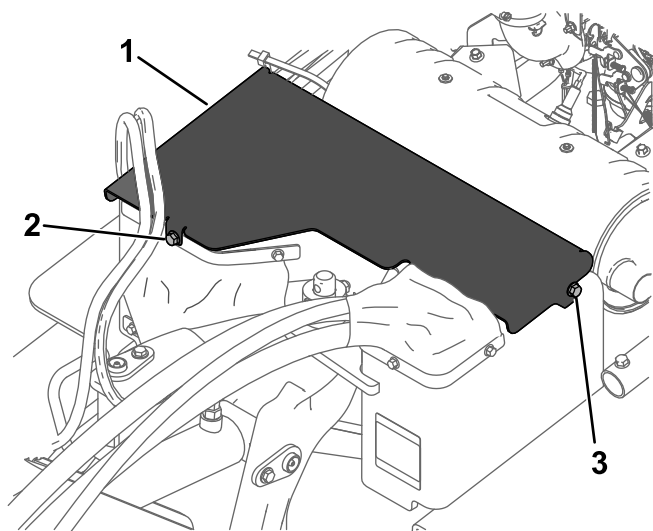

Figura 24
3. Retire el perno delantero y afloje el perno izquierdo que sujeta la cubierta delantera a la máquina (Figura 24).
4. Deslice la cubierta hacia adelante y tirar hacia arriba para retirar la cubierta Figura 24.
5. Para instalar la cubierta delantera, coloque la cubierta delantera en su sitio y sujétela con los 2 pernos (Figura 24).